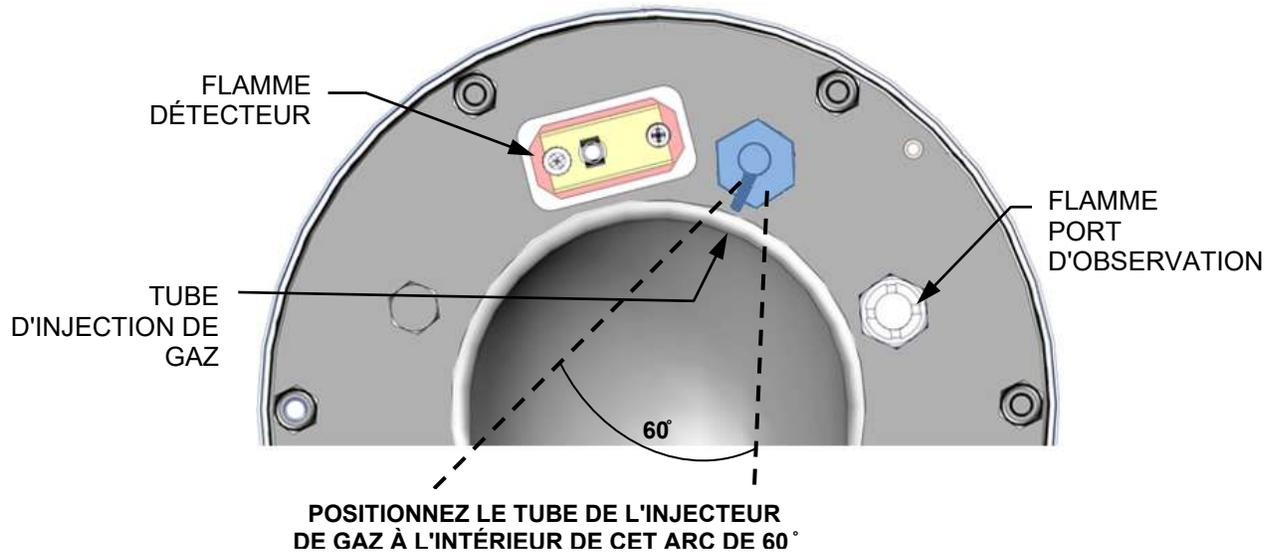

Figure 6.3-2 : Détails de montage de l'allumeur-injecteur et du détecteur de flamme
8. Installez l'allumeur-injecteur sur la bride du collecteur d'admission. Utilisez le nombre de rondelles d'horloge nécessaires pour faire tourner l'allumeur-injecteur de manière à ce que le tube de l'injecteur se trouve **à l'intérieur** de l'arc d'environ 60° illustré à la figure 6.3-2.